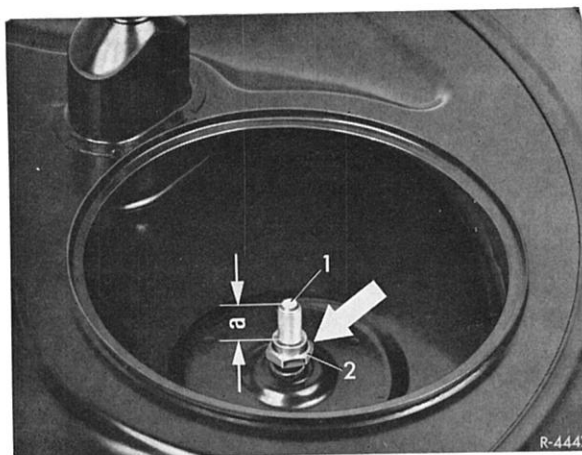

Bild 09-1/5
7 Luftfilter so aufsetzen, daß der Wasserabscheider (5) in die Gummütülle (7) eingeführt wird (Bild 09-1/4).